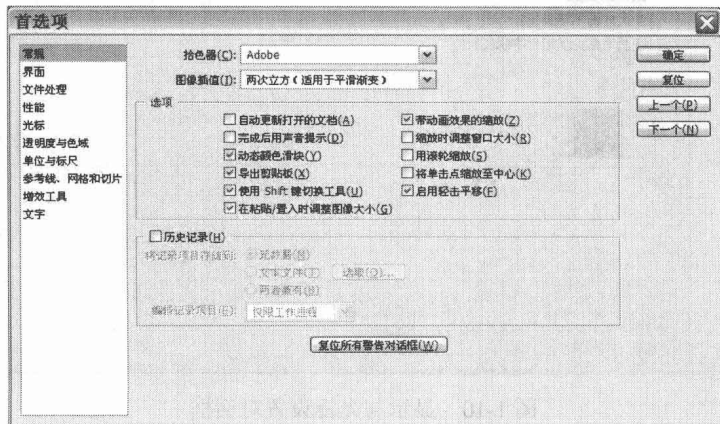

图 1-8 常规设置对话框
(1) 常规设置。打开 Photoshop CS4, 执行“编辑”→“首选项”→“常规”命令, 将弹出如图 1-8 所示的对话框。对“界面”的“用户界面字体大小”以及对“常规”的